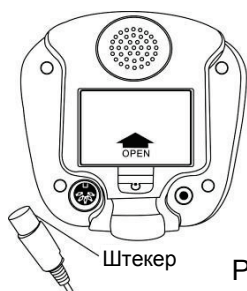

Рис. 5
- Оберните провод поисковой катушки вокруг алюминиевой штанги таким образом, чтобы он не был натянут, но и не провисал. Вставьте штекер кабеля в разъем на правой части блока управления (см. рис. 5). Не тяните за кабель, беритесь руками за штекер.